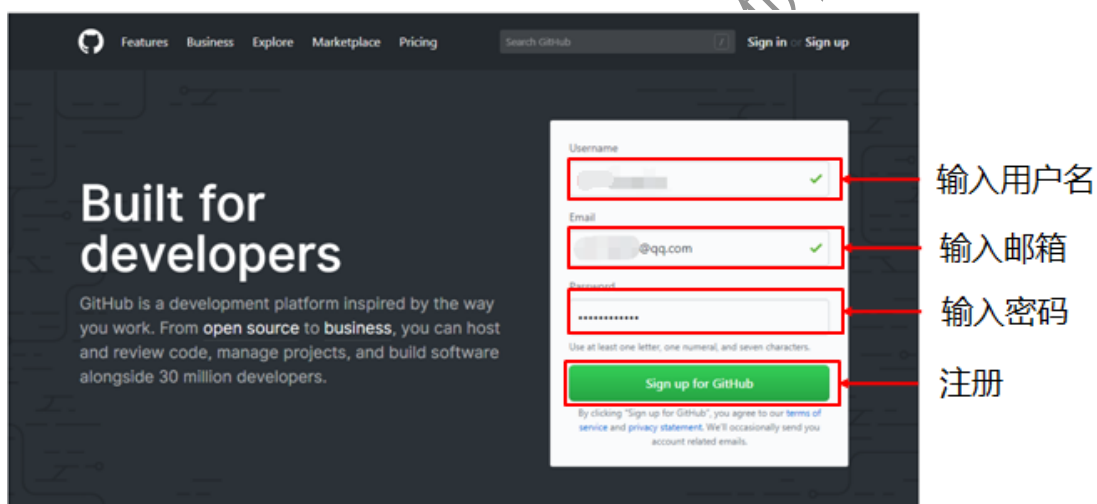

图 5 创建 GitHub 账号
1. 访问 GitHub 官网，登录 <https://github.com>，注册一个自己的账号。填入自己的信息后，点击注册。如图 5 所示。